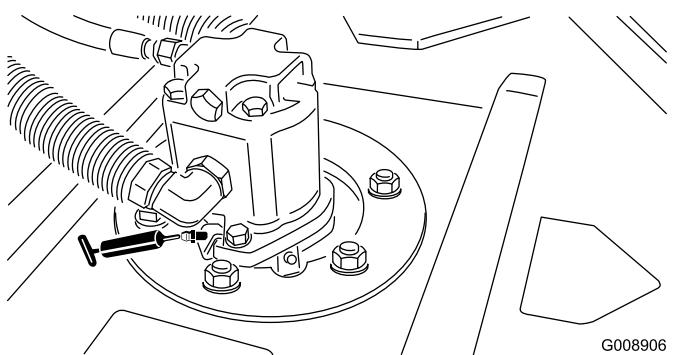

図 49
- カッティングユニットのスピンドルシャフトのベアリング各カッティングユニットに2ヶ所 図 49